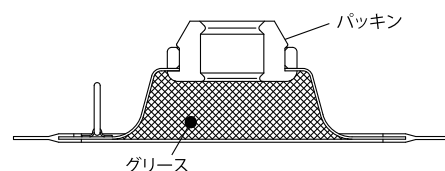

Fig. 2
- ・ ご購入後、はじめてフォロープレート組立を使用するときは、あらかじめプレートの裏側のへこみ部分にグリースを詰めておく作業が早く簡単です。(Fig. 2)